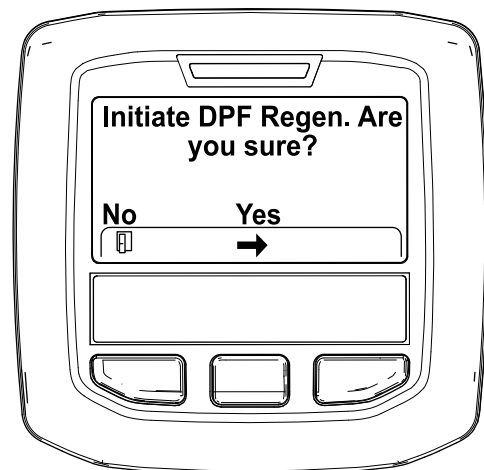

Figure 28
4. Quand le message « Initiate DPF Regen. Are you sure? » (lancer régénération FAP. Êtes-vous sûr(e) ?) s'affiche, appuyez sur le bouton central (Figure 28).